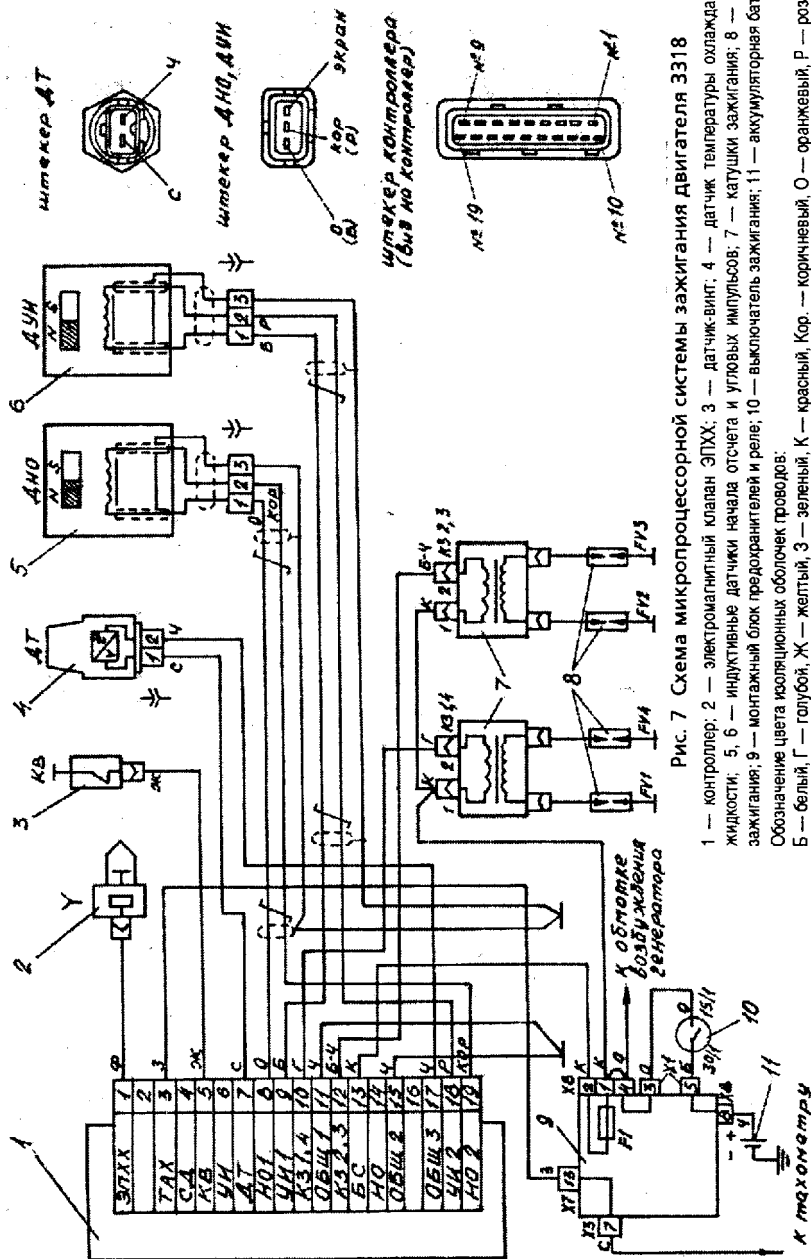

Рис. 7 Схема микропроцессорной системы зажигания двигателя 3318
МПСЗ включает в себя следующие элементы: два индуктивных датчика 5 и 6 (рис.7), один из которых регистрирует определенное положение коленчатого вала, а другой — его перемещение; контроллер (электронный блок управления)1; две двухвыводные катушки зажигания 7, одна из которых обслуживает 1 и 4 цилиндры (КЗ 1,4), а другая — 2 и 3 цилиндры (КЗ 2,3); датчик-винт 3 для регистрации закрытого положения дроссельной заслонки и электромагнитный клапан 2 для отключения подачи топлива на режиме принудительного холостого хода.
1) проверить надежность контакта с «массой» автомобиля наконечников проводов черного цвета, соединенных с выводами 14 и 15 контроллера 1 (см. рис. 7);